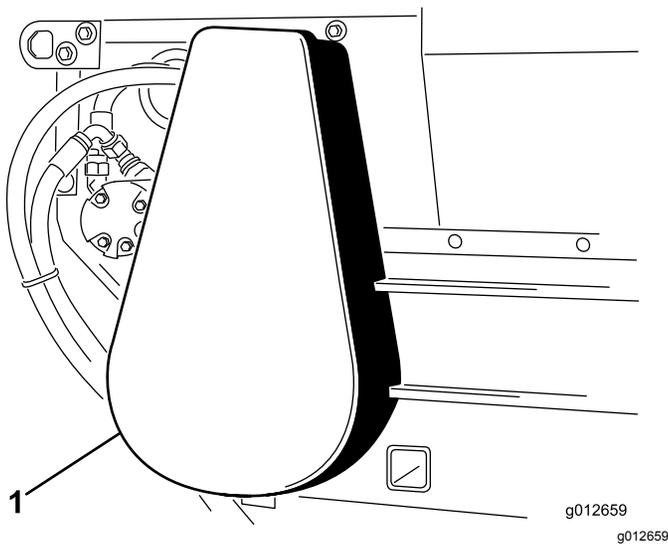

Figura 34
3. Instale a cobertura da correia (**Figura 34**).